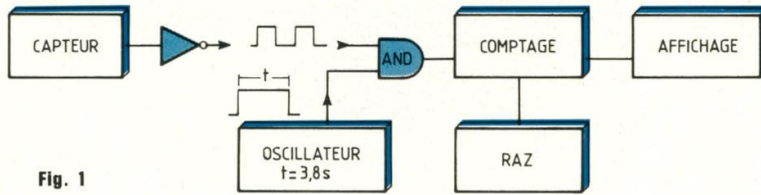

Fig. 1
système de comptage possédant une très grande longévité ainsi qu'une parfaite immunité aux phénomènes extérieurs tels que température et humidité. Nous avons opté pour une détection à capteur à effet Hall. Un aimant polarisé, solidaire de l'axe de rotation du moulinet, passe devant un capteur sensible au flux magnétique. Chaque passage de l'aimant devant le capteur produit en sortie de ce dernier, une impulsion négative (voir figures 1 et 2). Celle-ci est transformée en impulsion positive par une porte inverseuse 4049 (1/6 IC2), et appliquée à l'entrée A d'une porte AND (1/4 IC3). La sortie de cette porte (S) attaque l'entrée horloge d'un compteur-décodeur IC6. Voyons à présent de quelle manière le comptage s'effectue.